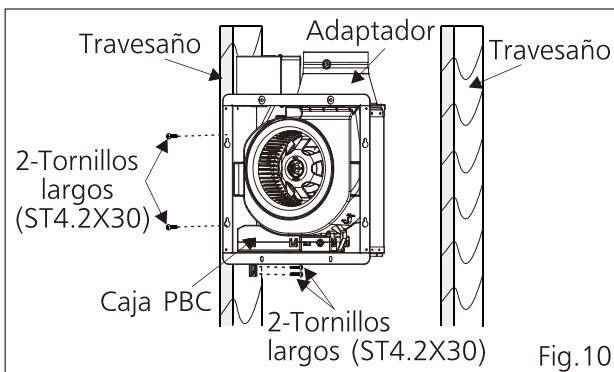

Fig.10
2. Fije la brida del marco al travesaño con 2 tornillos largos (ST4.2X30), y fije el soporte de suspensión al travesaño con 2 tornillos largos (ST4.2X30). (Fig.10)
- ! El adaptador del producto se debe instalar hacia arriba. (Fig.10)